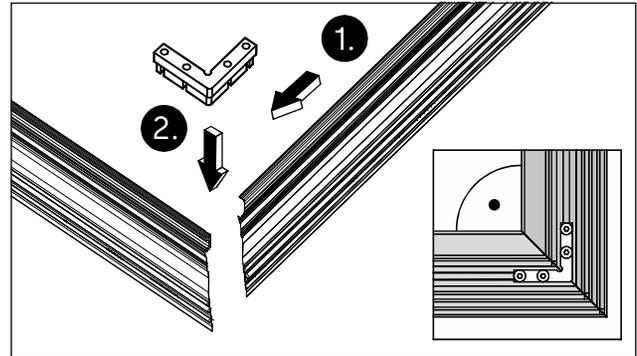

Abb. 28 Die Winkel in das Grundprofil für die Zarge setzen
1. Das Grundprofil für die Zarge im 90°-Winkel für die Vormontage bereitlegen (Abb. 28).